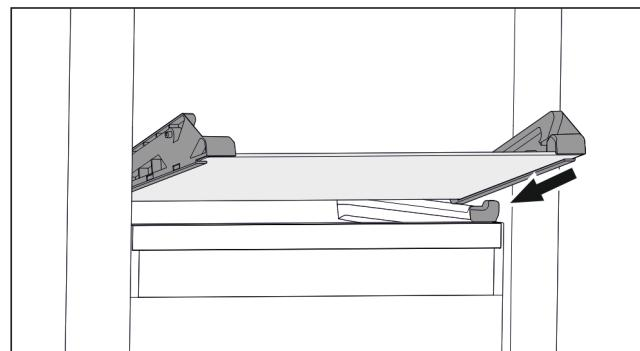

Fig. 108 Скляна пластина відкидного висувного ящика
- Встановити скляну пластину за стопорами навколо. (див. Fig. 108)